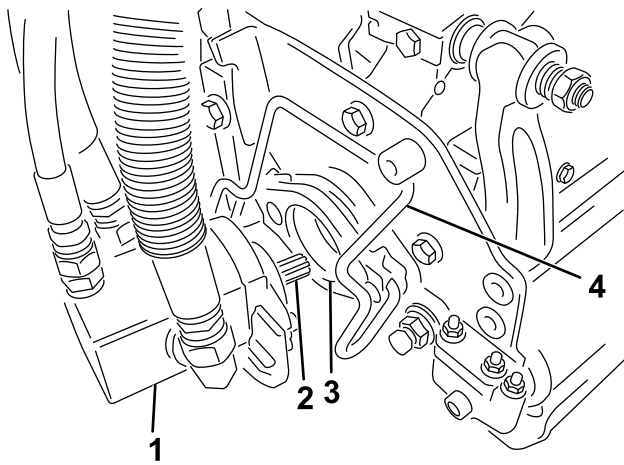

Figure 54
5. Enduisez de graisse propre l'arbre cannelé du moteur de l'unité de coupe (Figure 54).
6. Insérez le moteur dans le côté gauche de l'unité de coupe (vu de la position de l'utilisateur) et tirez la barre de retenue du moteur située sur l'unité de coupe vers le moteur jusqu'à ce que vous entendiez un déclic des deux côtés du moteur (Figure 54).